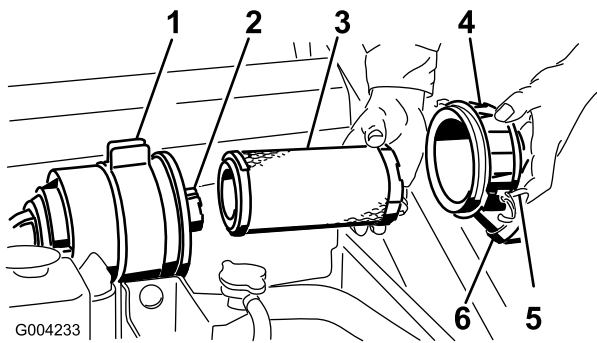

Figure 32
3. Ouvrez les dispositifs de verrouillage du filtre à air et enlevez le couvercle du corps du filtre (Figure 32).
- Sortez l'élément principal du corps du filtre avec précaution (Figure 32). Évitez de cogner l'élément à l'intérieur du corps.
- Si vous remplacez l'élément filtrant de sécurité, insérez-le avec précaution dans le corps du filtre (Figure 32).
- Placez ensuite l'élément principal sur l'élément de sécurité avec le même soin (Figure 32). Assurez-vous qu'il est bien engagé en appuyant sur le rebord extérieur.
11. Reposez le couvercle du filtre à air, le côté portant l'inscription "UP" en haut, et fermez les dispositifs de verrouillage (Figure 32).